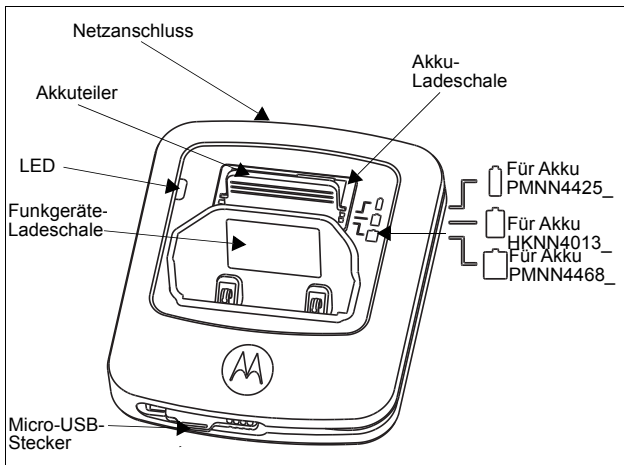

Abbildung 1: Ladegerät für Dreifachgeräte
- a. Ziehen Sie den Akkuteiler heraus, Schieben Sie ihn dann zurück in den Steckplatz Sie ihn gemäß des Typs des aufzuladenden Akkus. (Siehe Abbildung 1.)